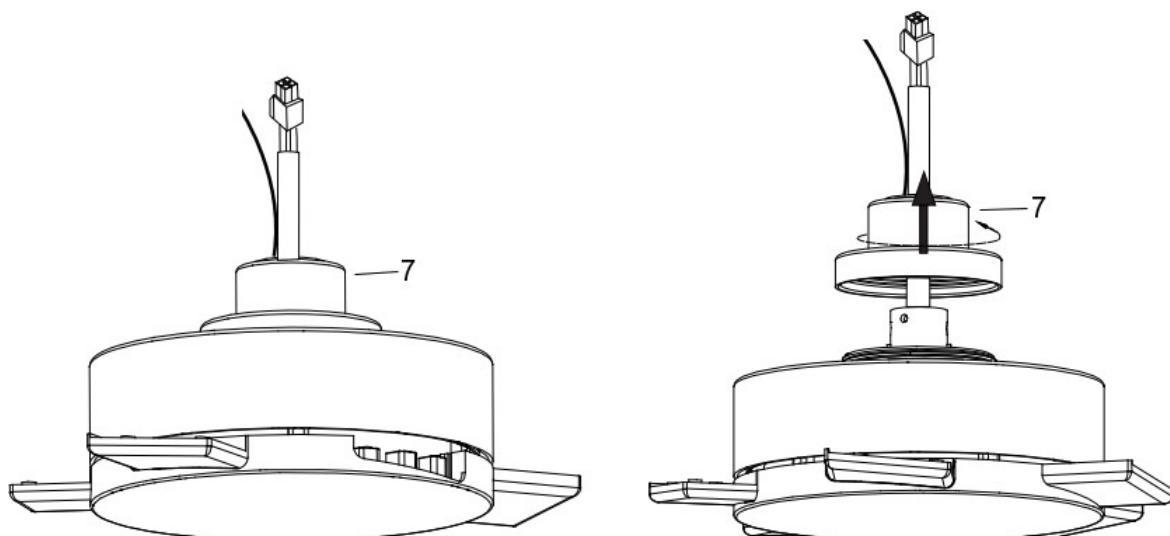

Рис. 4.2
- Зніміть декоративну кришку (7) з блоку вентилятора, повернувши її проти годинникової стрілки. (Рис. 4.2)